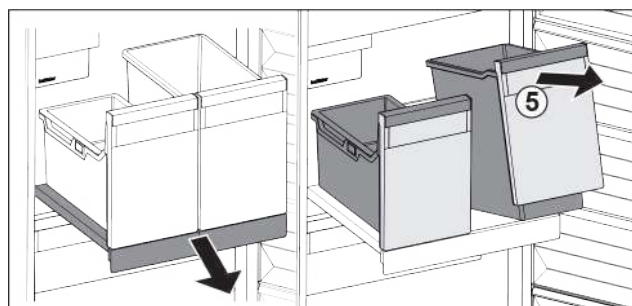

Fig. 80
- Приподнимите контейнеры Fig. 80 (5) спереди.